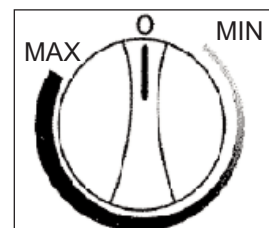

Fig. 2
2. Enlevez le couvercle de la porte en bande du côté gauche ou droit (selon le côté vers lequel vous changez l'ouverture de la porte) et le couvercle de la charnière gauche ou droit. Puis enlevez les deux (2) vis de charnière supérieures et enlevez la charnière supérieure. Desserrez la broche de l'assemblage de porte supérieure et enlevez l'assemblage de porte. Voir la figure 2.
- Pour arrêter le cabinet à vins (arrêt du refroidissement), tournez le bouton de commande de la temp. à la position «0» (éteint) (**voir la Fig. 2**).
- Tournez la commande en position «éteint» (0) pour couper temporairement le cycle de refroidissement. Lorsque le cabinet à vins n'est pas utilisé pendant une longue période, débranchez la prise de courant et laissez la porte partiellement ouverte. Régler la commande à la position "éteint" pour arrêter temporairement le cycle de refroidissement. Si le refroidisseur de vin ne doit pas être en marche pendant quelques temps, débranchez la prise et laissez la porte entre ouverte.